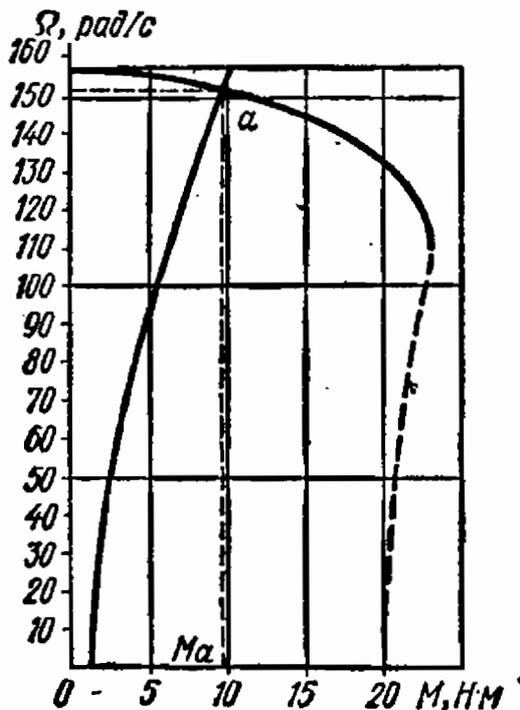

Рис. 17.1
17.1. Для привода вентилятора, работающего в длительном режиме с постоянной нагрузкой, установлен двигатель типа А41-4 ($P_{\text{н}} = 1,7 \text{ кВт}$, $U_{\text{фн}} = 127 \text{ В}$). Механическая характеристика двигателя и кривая зависимости момента на валу вентилятора от скорости вращения показаны на рис. 17.1. С какой скоростью двигатель вращает вентилятор и какую мощность он при этом развивает?
Решение. Скорость вращения ротора двигателя определим графически путем нахождения точки пересечения механических характеристик двигателя и вентилятора (точка а на рис. 17.1). По координатам точки находим, что угловая скорость вращения ротора $\Omega = 151 \text{ рад/с}$, а вращающий момент двигателя $M_2 = 9,42 \text{ Н}\cdot\text{м}$. При этом двигатель развивает мощность $P = M\Omega = 9,42 \cdot 151 \cdot 10^{-3} = 1,42 \text{ кВт}$. Эта мощность несколько меньше номинальной, однако ближайший по мощности двигатель имеет $P_{\text{н}} = 1 \text{ кВт}$ (см. данные каталога).
Решение. Воспользовавшись характеристиками двигателя и вентилятора, приведенными на рис. 17.1, можно найти величину динамического момента $M_{\text{дин}} = M - M_c$, благодаря которому происходит ускорение электропривода. От скорости $\Omega = 0$ до $\Omega = 151 \text{ рад/с}$. Его среднее значение примерно равно $17 \text{ Н}\cdot\text{м}$. Для оценки времени разгона воспользуемся решением уравнения движения электропривода: